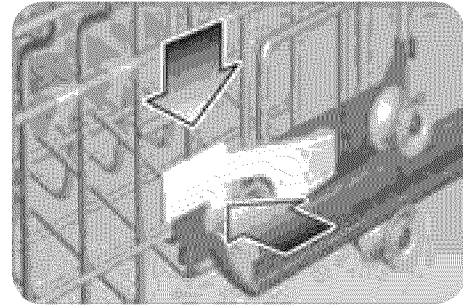

Ilustración 7
- Presione las agarraderas de la rejilla superior con ajuste automático de altura hacia adentro como se muestra en la Ilustración 7 y deje que se caiga la rejilla.